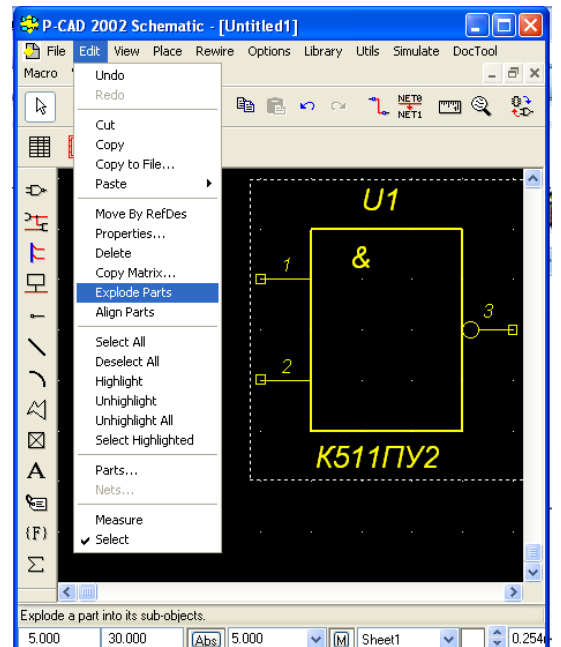

Рис. 4.24 - Преобразование выбранного символа в набор графических объектов.
- Командами *Edit/Select*  включить режим выбора объектов и щелчком ЛК выбрать данный символ. Он изменит свой цвет на желтый (рис. 4.24).